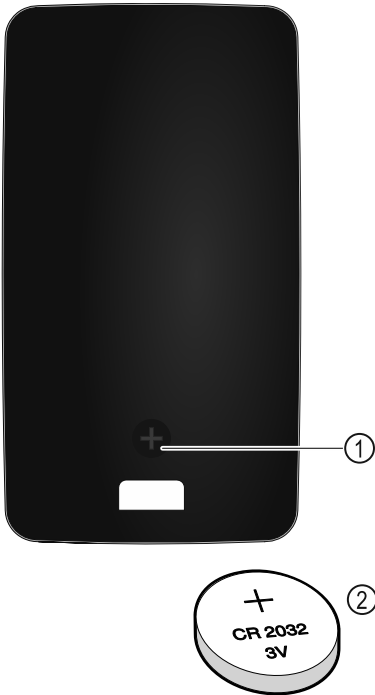

Fig. 220
遥控器由 3V 的 CR 2032 型电池供电 Fig. 220 (2)，该电池可从专业经销商处获得。
- ▶ 拧出遥控器背面的螺钉 Fig. 220 (1)。